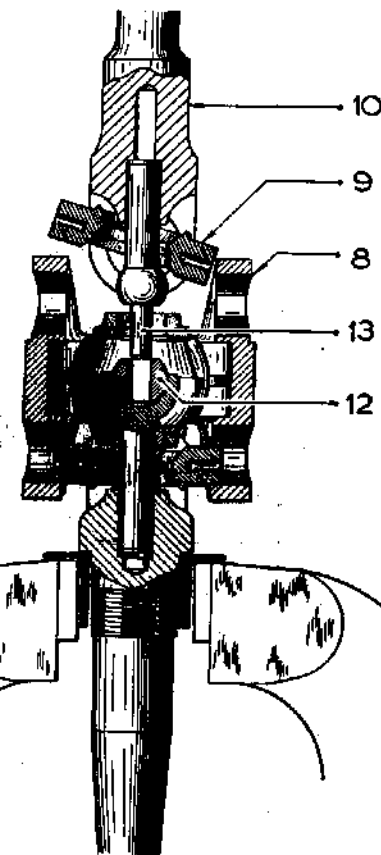

Fig.17 _ CONTROLE DE LA BONNE
(Fig. 17). Monter le segment d'arrêt (1) de coussinet. Vérifier que le segment d'arrêt est bien en place, (utiliser le calibre 1909-T). Répéter ces opérations pour les autres coussinets.	Tube $\varnothing = 20 \times 24$ Longueur = 100 Calibre 1909-T
a) Déposer les coussinets, joints, cuvettes, croisillons dans les mêmes conditions que celles de l'arbre de commande, (voir fig. 1, 2, 3, Pl. 63, et § 1 même opération)..... b) Même exécution que pour le remontage d'un croisillon de l'arbre de commande, (voir fig. 17 et 18, Pl. 66). Contrôler la position des segments d'arrêt, (utiliser le calibre 1909-T)....	Calibre 1909-T